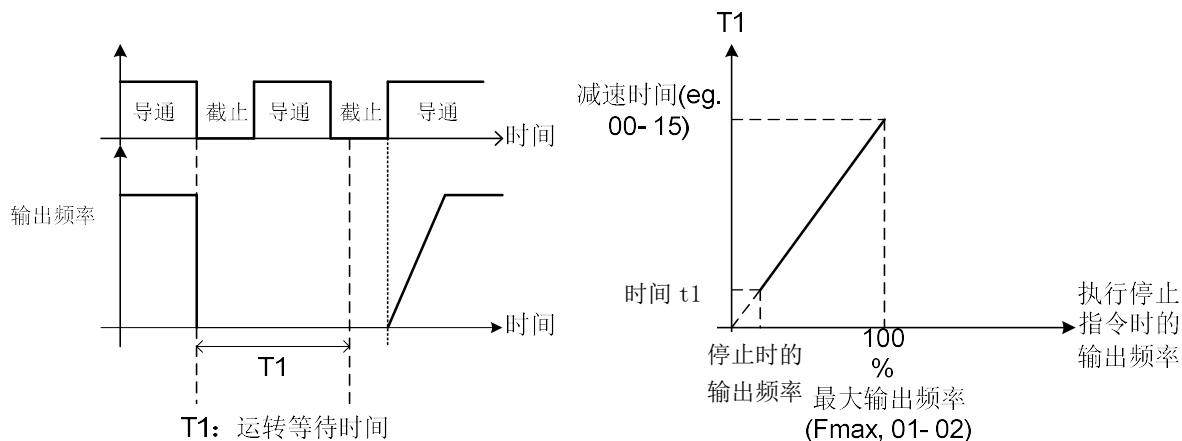

图 4.3.58 定时器自由运转停止
(4) 07-09=3
- 取图 4.3.58 中停止时输出频率对应的时间 $t1$ ，和 07-18 (最小遮断时间)中较大的值。